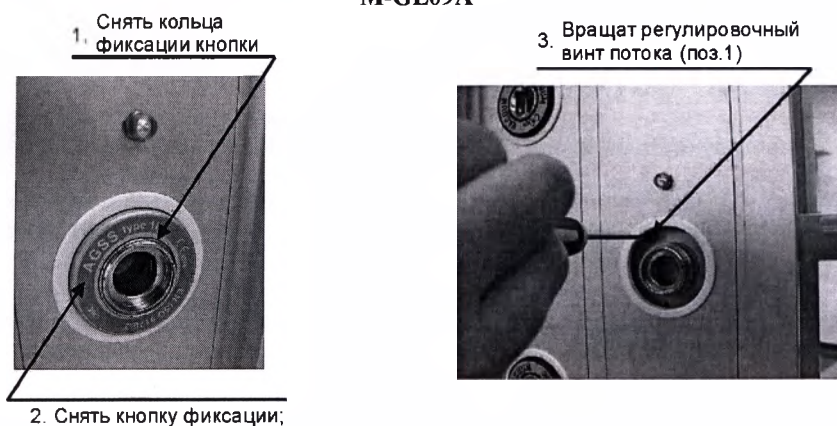

Рис. 1 Регулировка потока клапана AGSS
- 8.6. Установленный изготовителем поток газа 50л/мин, при давлении сжатого воздуха до 5 бар. Поток газа регулируется с помощью интегрированного регулятора (см. Рис. 1)